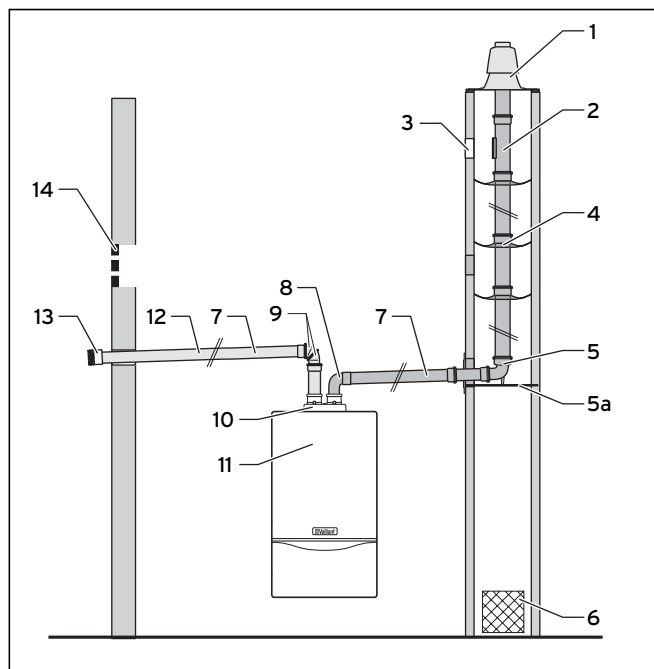
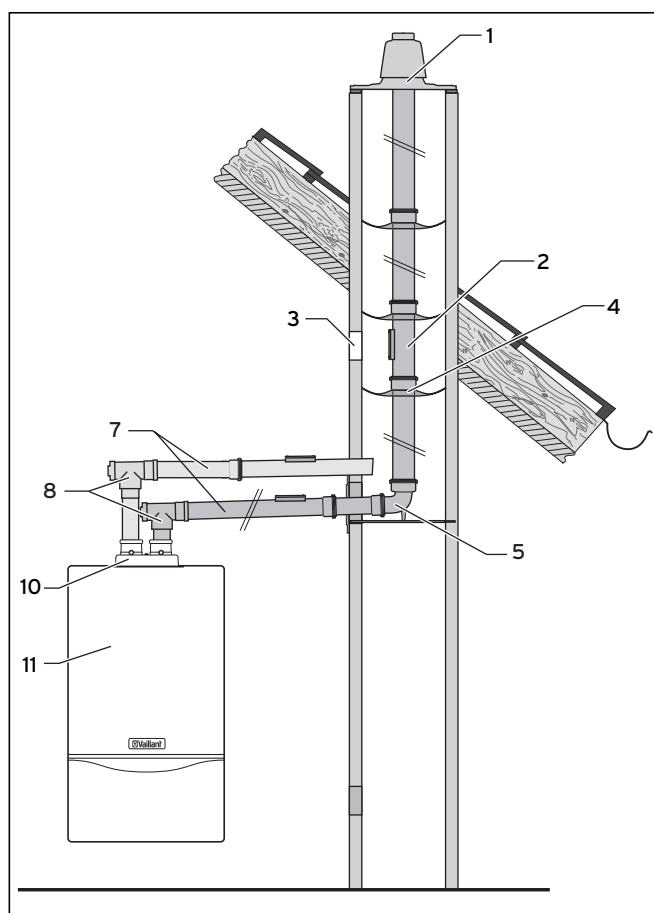

Abb. 7.1 Montage Verbrennungsluftzufuhr von der Fassade
Abb. 7.2 Montage Verbrennungsluftzufuhr aus dem Schacht
Legende zu Abb. 7.1 und 7.2
- 8 87°-Bogen Ø 80 (Abb. 7.1) oder Reinigungs-T-Stück 87° (Abb. 7.2)
- Lassen Sie in jeder Verbindung 1 cm Freiraum, siehe Abb. 7.1 und Abb. 7.2.
6. Die Abgasleitung im Schacht muss über die gesamte Länge und den ganzen Umfang hinterlüftet sein. Dazu muss der Schornstein mit einer Lüftungsöffnung mit einem Mindestquerschnitt von 150 cm² (6, Abb. 7.1) ausgestattet werden.
7. Innerhalb von Gebäuden muss die Abgasleitung in vom Freien dauernd gelüfteten Räumen liegen. Die ins Freie führende Öffnung muss mindestens einen lichten Querschnitt von 150 cm² aufweisen (14, Abb. 7.1).
- Montieren Sie den Stützbogen (5) vom Aufstellungsraum in den Schacht für die Abgasführung, siehe Kapitel 6.8.3.
- Legen Sie den Einbauort der Verbrennungsluftzufuhr an der Fassade bzw. in der Schachtwand fest, siehe Abb. 7.1 und Abb. 7.2